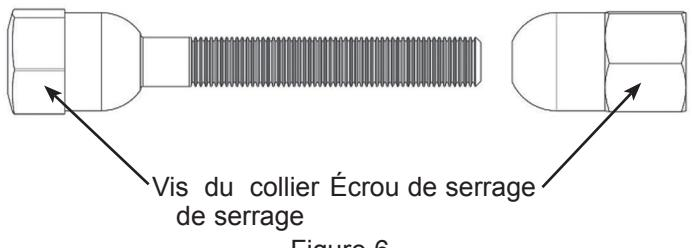

Figure 6
- 3.Insérez la vis du collier de serrage dans les extrémités du collier et vissez l'écrou sur la vis, le côté arrondi de l'écrou (Fig. 6) tourné vers les extrémités du collier de serrage.